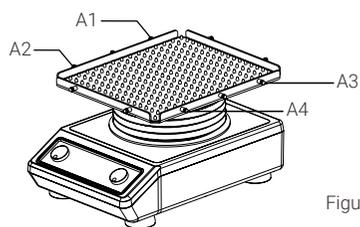

Figura 1
1. Rimuovere la vite dalla striscia di gomma dalle posizioni da A1 ad A4, come mostrato nella figura 1.